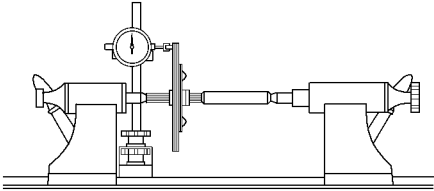

图 9-10 用百分表检查离合器的径向圆跳动误差
(2) 检查离合器的径向摆差。使用百分表，检查离合器的径向圆跳动误差，如图 9-10 所示。